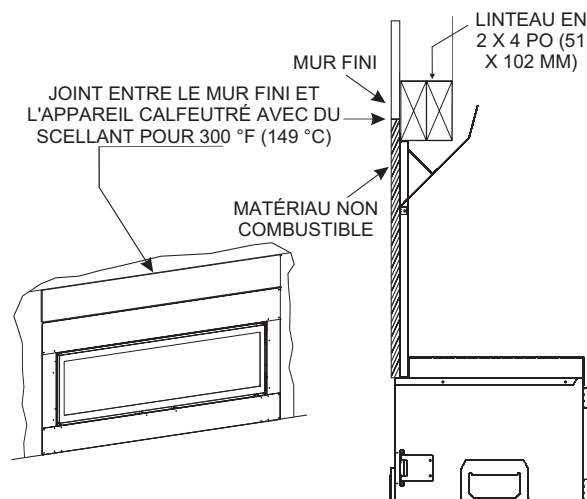

Figure 32
- Planche non combustible installée au-dessus de la façade du foyer (ferrures d'ossature affleurantes). **Voir Figure 32.**